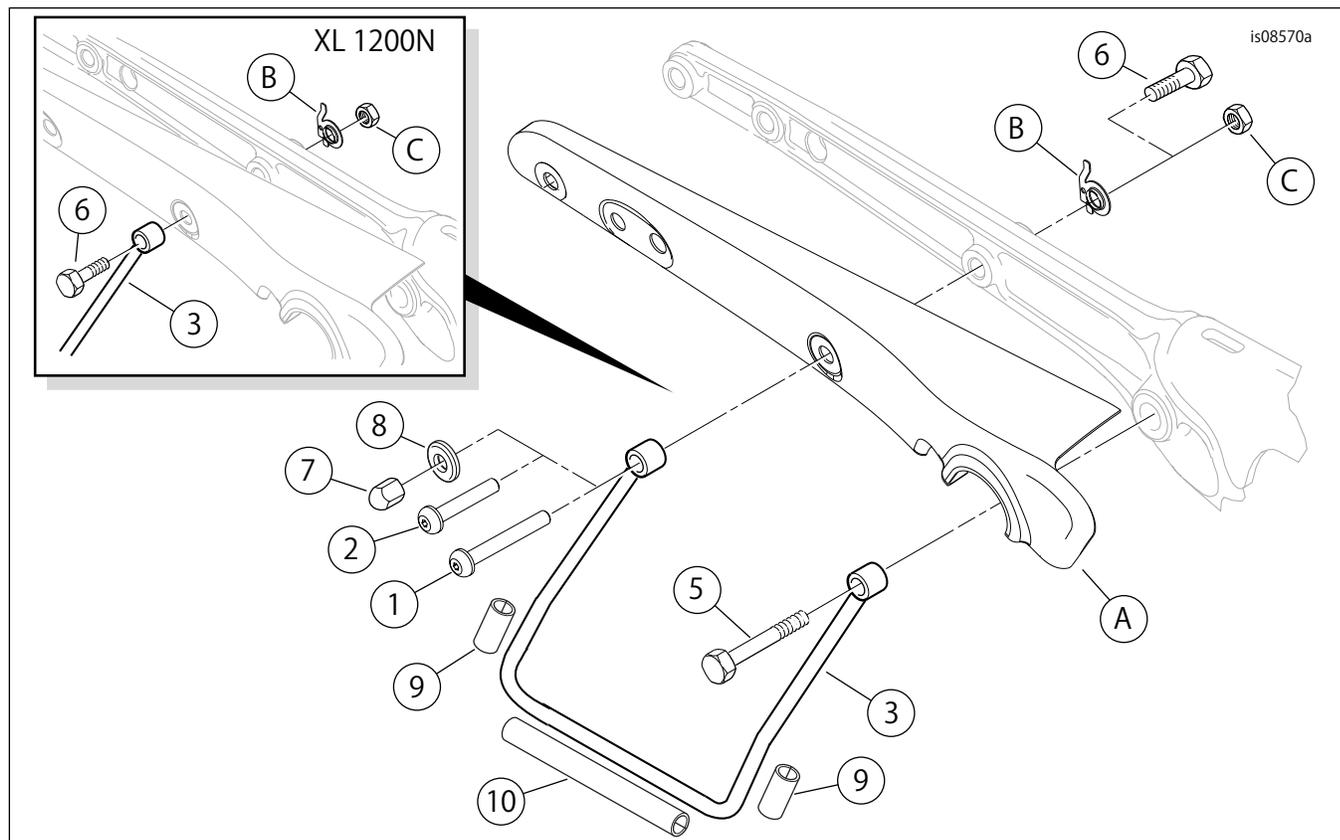

図3。交換用パーツ、サドルバッグサポートキット
「図3」および「表1」を参照してください。
4. 図3を参照してください。サポートブラケット(3)を、フロントマウント穴をショックアブソーバースタッドの上に、リアマウント穴をフェンダーサポートの穴の上配置します。